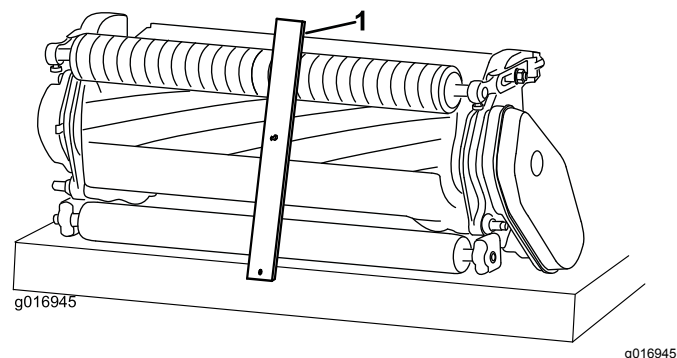

図 19
3. ゲージバーのねじの頭を下刃の先端に引っかけ、バーの後端を後ローラに当てがう 図 19。